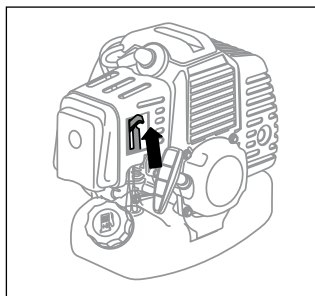

Рис. 12
4. Переведите рычаг воздушной заслонки в верхнее положение – $|/|$ «Закрыто» (рис. 12).
7. Переведите рычаг воздушной заслонки (рис. 12) в нижнее положение III «Открыто».
1. Переведите рычаг воздушной заслонки в нижнее положение – ||| «Открыто» (рис. 12).